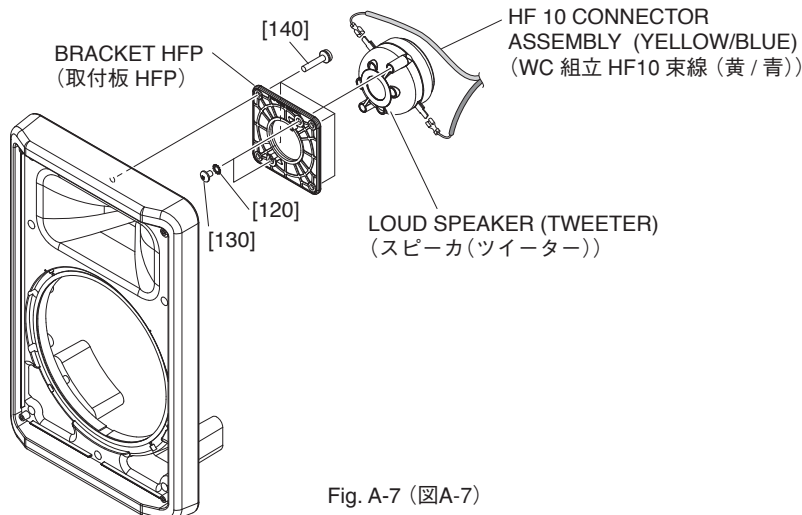
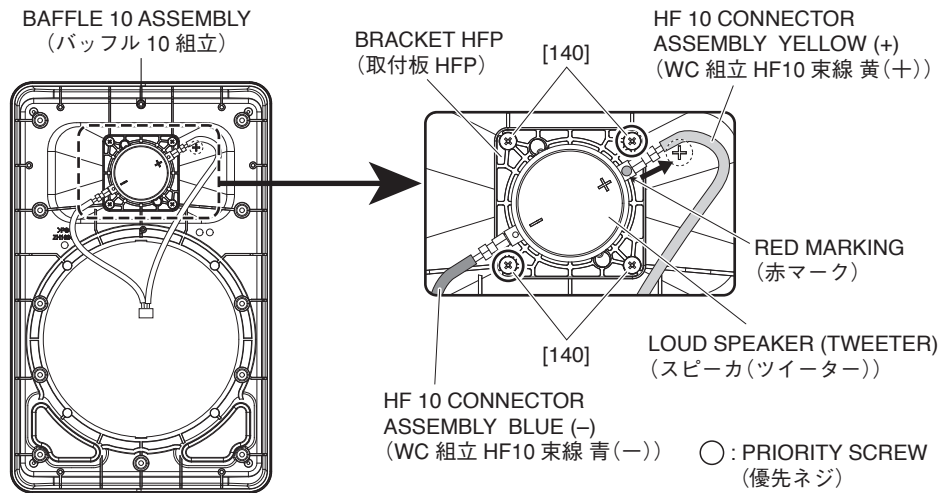

Fig. A-7 (図A-7)
Fig. A-8 (図A-8)
- A-4-4 Remove the HF 10 connector assembly (yellow/blue) attached to the loud speaker (tweeter) terminal. (Fig. A-7, Fig. A-8)
- A-4-5 Remove the four (4) screws marked [140]. The bracket HFP can then be removed together with the loud speaker (tweeter). (Fig. A-7, Fig. A-8)
- \* **When installing the bracket HFP, first tighten the two (2) priority screws as shown in Fig. A-8.**
- A-4-6 Remove the two (2) screws marked [130] and two (2) washer o. tooth marked [120]. The loud speaker (tweeter) can then be removed from the bracket HFP. (Fig. A-7)
- A-4-4 スピーカ (ツイーター) 端子に取り付けられている WC 組立 HF10 束線 (黄 / 青) を外します。(図 A-7、図 A-8)
- A-4-5 [140] のネジ 4 本を外して、スピーカ (ツイーター) と共に取付板 HFP を外します。(図 A-7、図 A-8)
- ※ 取付板 HFP を取り付けるときは、図に示す優先ネジ 2 本を先に締めてください。(図 A-8)
- A-4-6 [130] のネジ 2 本と [120] の歯付座金外歯 2 個を外して、取付板 HFP からスピーカ (ツイーター) を外します。(図 A-7)